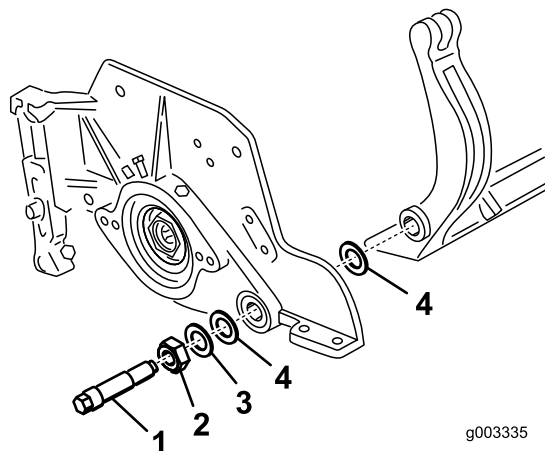
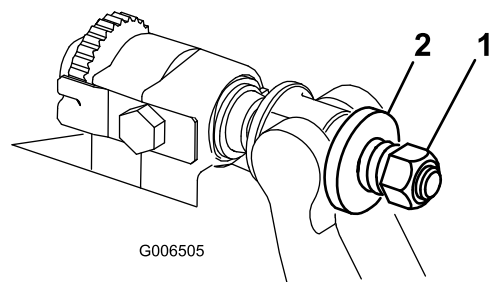

**Figura 34**
**Figura 35**
3. En cada lado de la máquina, afloje la contratuerca que fija el perno de la barra de asiento (Figura 34).
(Figura 34). Guarde las 2 arandelas de nylon y la arandela de acero troquelado de cada extremo de la barra de asiento (Figura 35).
2. Fije la barra de asiento a cada chapa lateral con los pernos de la barra (con tuercas en los pernos) y las 6 arandelas. Debe colocarse una arandela de nylon en cada lado del saliente de la chapa lateral. Coloque una arandela de acero por fuera de cada arandela de nylon (Figura 35). Apriete los pernos de la barra de asiento a 37-45 Nm. Apriete las contratuercas hasta que la arandela de acero exterior deje de girar, y la holgura quede eliminada, pero no apriete demasiado ni desvíe las chapas laterales. Las arandelas del interior pueden tener cierta holgura.